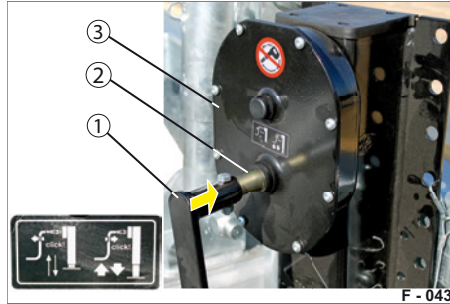

Abb. 24 Lastgang einschalten
- ▶ Belassen Sie die Kurbelwelle (Abb. 24/2) im Lastgang (eingedrückt).
- ▶ Drücken Sie die Kurbelwelle (Abb. 24/2) in den Lastgang ein.